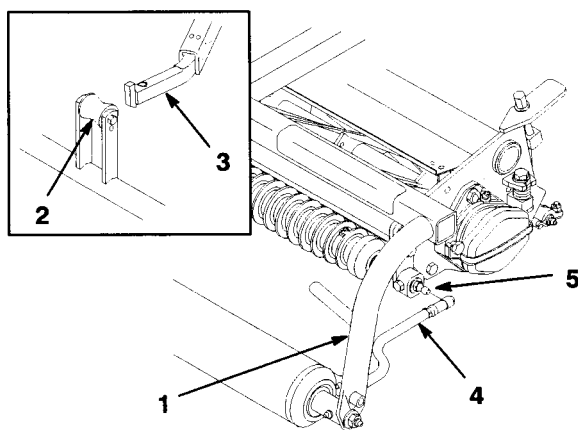

図 9
2. カuttingユニット両端にそれぞれワッシャとボールスタッドを取り付ける（図9）。
3. カuttingユニットをプルフレームの下に引き入れ、吊り輪（フープ）を昇降アームに引っかける（図9）。
4. ボールジョイントのスリーブを後ろにずらし、プルアームを下げたソケットをボールスタッドに嵌め合わせ、スリーブから手を離すとスタッドとジョイントが結合する（図9）。